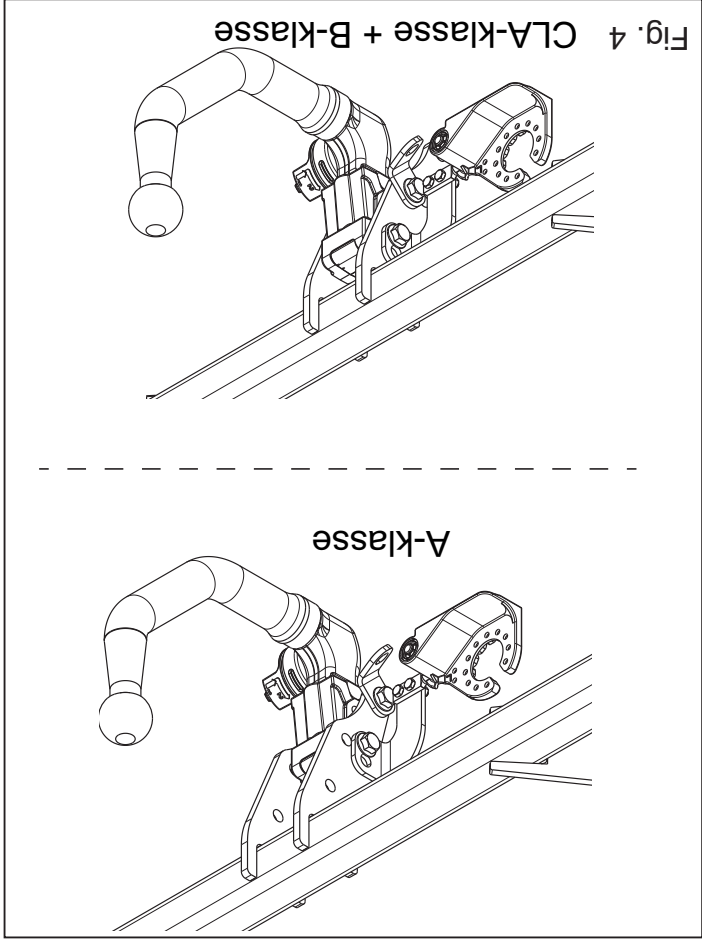

Fig. 4 CLA-klasse + B-klasse
7. Das Brink Connector F einschließlich wegklappbarer Steckdosenplatte G mit Lasche H und I montieren. (siehe Abb. 4)
7. Monter le Brink Connector F y compris la prise rabattable G avec plaque H et I. (voir la fig.4)
7. Fäst Brink Connector F inklusive fällbara kontaktplattan G och listen H och I. (se fig. 4)
7. Monter Brink Connector F inklusiv den nedklapbare kontaktplade G med profil H og I. (jævnfør fig. 4)